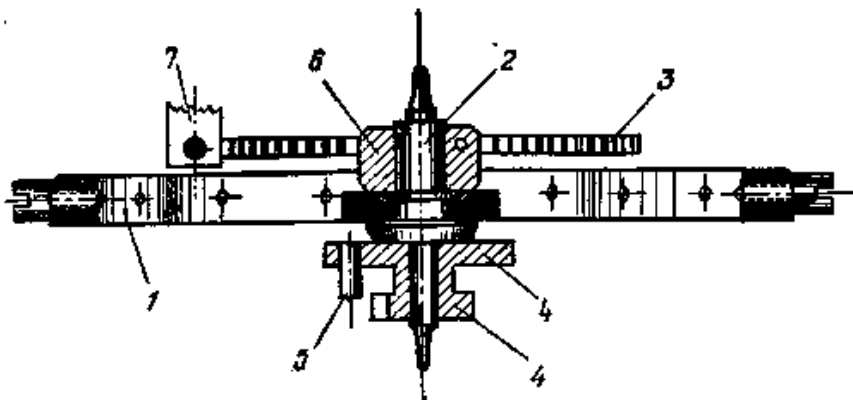

Рис. 2. Колебательная система:
- 1) колебательная система (рис. 2) — баланс с осью и спиралью, двойной ролик с эллипсом;
В колебательной системе особое значение имеет узел баланса (рис. 2), состоящий из балансового